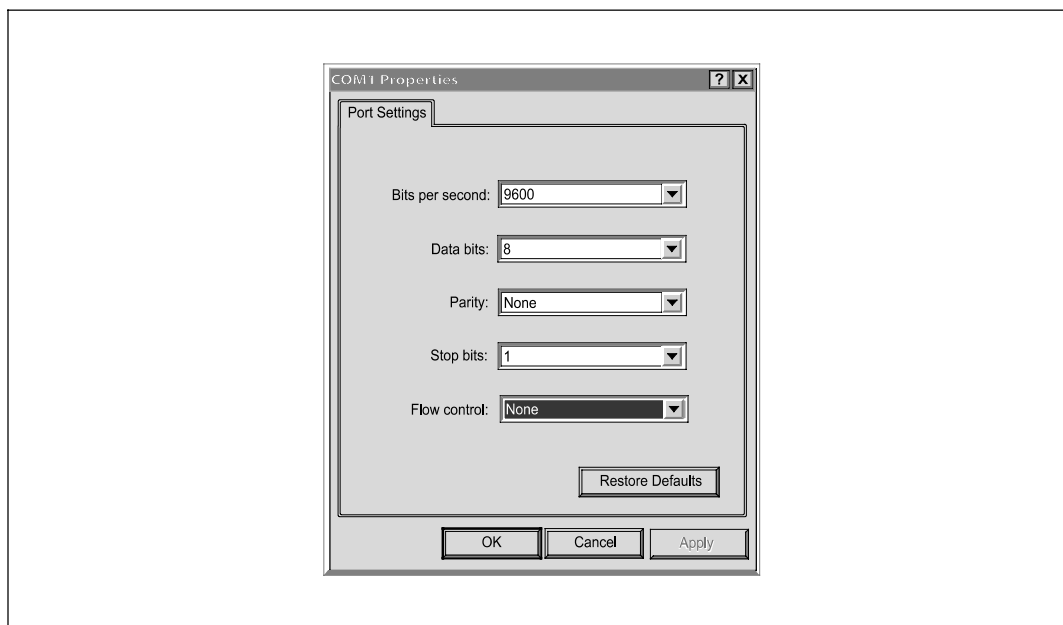

図 6. ポート設定の構成
- 4 シリアルラインを、**9600 baud**、**8 data bits**、**パリティなし**、**1ストップビット**、**フロー制御なし**に設定します（図6を参照）。